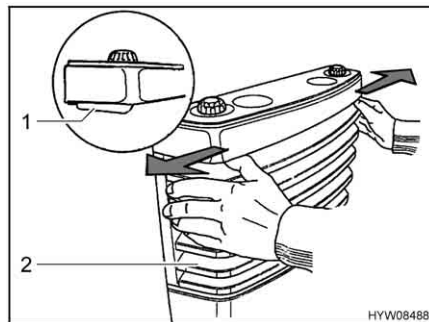

Bild 137 Ta bort höljets framdel från värmeaggregatet
- Tag bort värmeaggregatets hölje (Bild 137,2). Tryck de båda låshakarna (Bild 137,1) utåt samtidigt och fäll höljet framåt.